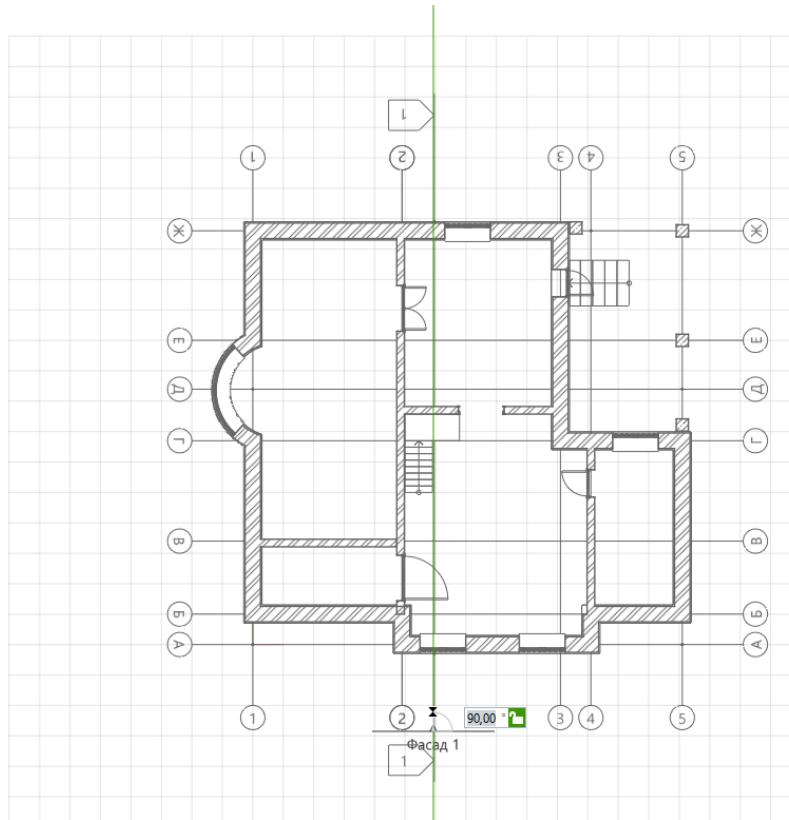

Рис. 18 Точка расположения обозначения и направления взгляда
3. Укажем точку расположения обозначения и направление взгляда - **90°** (рис. 18)